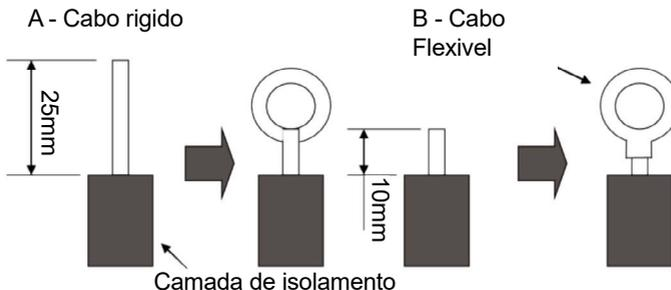

Fig 26
(1). Para ligação com cabo rígido (fig.26).